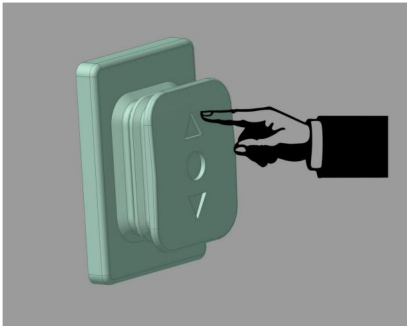

Figure E1
1. Appuyez sur l'interrupteur de commande du fil et maintenez-le enfoncé pour ouvrir ou fermer électriqulement le pare-soleil, puis relâchez l'interrupteur pour arrêter. Lorsque le pare-soleil est complètement ouvert ou fermé, le moteur s'arrête automatiquement. (Figure E1)